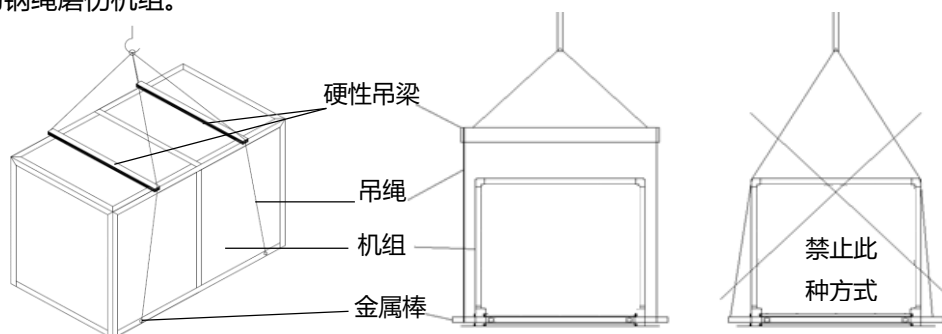

图 3.2 起重机起吊示意图
- 起吊时须按图3.2所示方法操作，以免发生危险或损坏机组。起吊时钢绳与箱体接触的地方应垫硬纸皮之类材料以防钢绳磨伤机组。